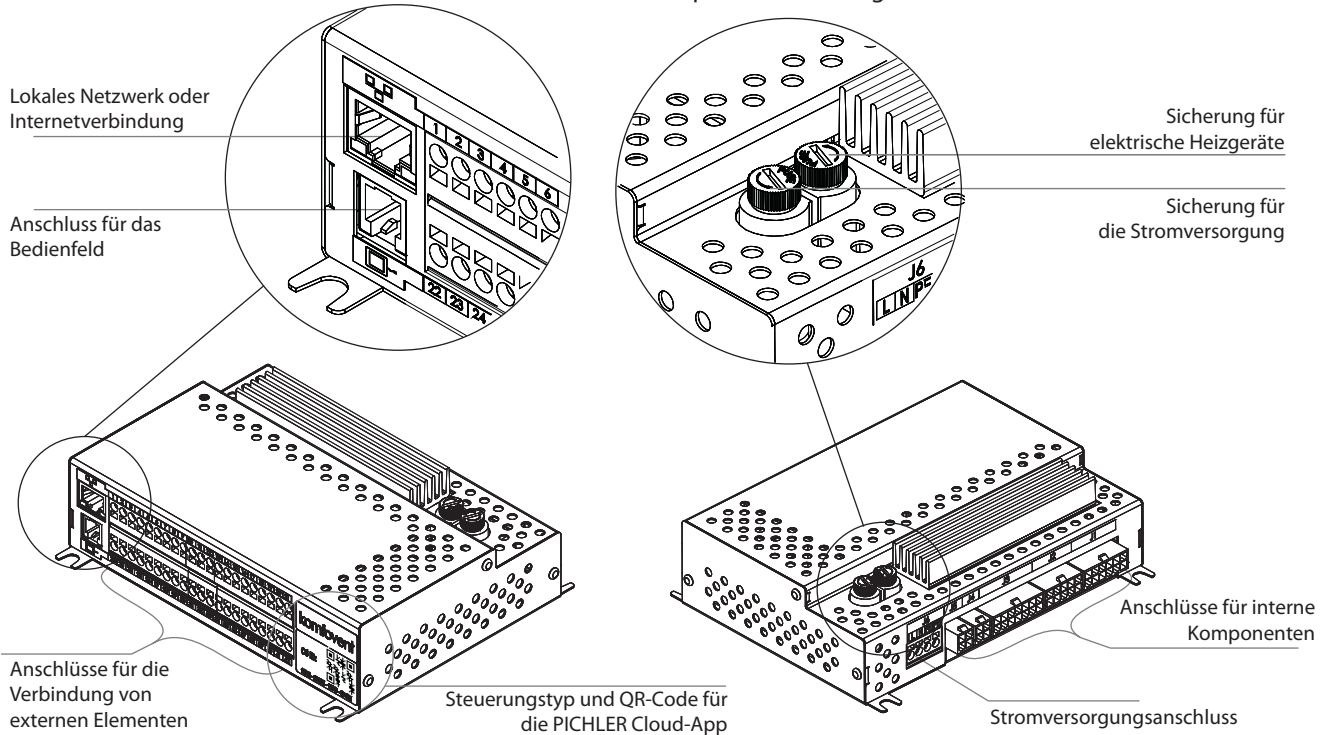

Abb. 13. C6M-Steuerung-Hauptboard
- Die hier gezeigte Klemmennummerierung gilt nur für das C6M-Bedienfeld. Bevor Sie die externen Elemente anschließen, überprüfen Sie den Boardtyp auf dem Aufkleber an der Vorderseite des Steuergeräts (siehe Abb. 13).
Es ist ratsam, die Kabel für das Bedienfeld so zu verlegen, dass sie nicht in die Nähe der Stromversorgungsdrähte oder der elektrischen Hochspannungsgeräte (elektrische Einlassschränke, elektrischer Wasserheizkessel, Klimaanlage usw.) gelangen. Das Kabel kann durch die Löcher an der Rückseite oder Unterseite des Bedienfeldes geführt werden (befolgen Sie die mit dem Bedienfeld mitgelieferte Installationsanleitung). Die Verdrahtung zur C6M-Controllerplatine wird an einen dedizierten Steckplatz (RJ9-Stecker; siehe Abb. 13) angeschlossen oder an die Klemmen für externe Verbindungen.
Das Gerät kann nicht nur über das Bedienfeld, sondern auch über einen Computer oder ein Smartphone gesteuert werden. In diesem Fall muss das Klimagerät an ein lokales Computernetzwerk oder an das Internet angeschlossen werden. Das Gerät wird von einem Computer mit einem Webbrowser oder einem Smartphone mit einer Home oder Control App gesteuert. Das Klimagerät wird mit einem Kabel des Typs CAT5 (RJ45-Stecker; siehe Abb. 13) an das Computernetzwerk angeschlossen. Die Gesamtkabellänge zwischen dem Gerät und dem Netzwerkrouter darf 100 m nicht überschreiten.
- Der einfachste Weg, Ihr Gerät über das Internet zu verwalten, ist die Verwendung eines Smartphones mit der Control App. Starten Sie die App auf Ihrem Smartphone (das Smartphone muss über einen Internetzugang verfügen). Wenn Sie zum ersten Mal eine Verbindung herstellen, werden Sie von der App aufgefordert, den QR-Code an der Vorderseite des Steuergerätes zu scannen (siehe Abb. 13). Wenn Sie den Code scannen, stellt die App automatisch eine Verbindung zum Gerät her (weitere Informationen über die Control-App finden Sie im „Domekt-Benutzerhandbuch“).